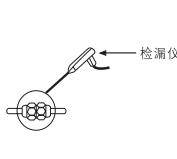

图31
- 3 在接口处用检漏仪或者肥皂水来检查是否有泄漏。(如图31)